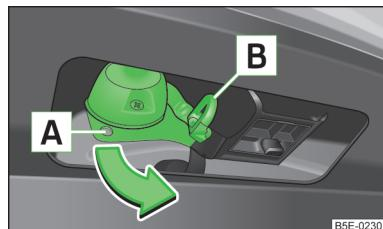

Fig. 157
- Agarre el conector de 13 polos por la zona **A** y extrágalo en el sentido de la flecha » fig. 157.
- Agarre el conector de 13 polos por la zona **A** e introduzcalo en el sentido contrario al de la flecha » fig. 157.
El ojal de seguridad **B** » fig. 157 sirve para enganchar el cable de retención del remolque.